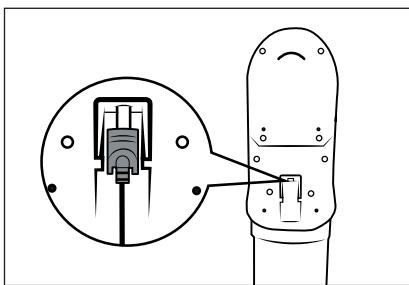

Abb. 8
- Laden Sie den Akku ② wieder auf, sobald die Batterieanzeige ⑯ eine geringe Restladung des Akkus ②  anzeigt.
- Das Gerät schaltet sich aus, kurz nachdem ein leerer Akku ②  angezeigt wird.
- Der Staubsauger kann auch direkt über den Netzadapter ⑩ geladen werden. Entnehmen Sie dafür den Hohlstecker ⑪ durch eine leichte Drehung aus der Wandhalterung ⑯ und stecken Sie ihn in die Ladebuchse ③ am Gerät (siehe Abb. 8).